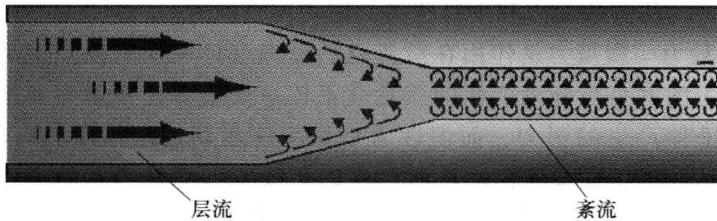

图 1-12 层流和紊流
(1) 稳定流与非稳定流（层流和紊流） 在流体的运动空间内，流体任一点处的速度、压力、密度等要素不随时间而变化的称为稳定流，也叫层流，反之是非稳定流，也叫紊流。见图 1-12。